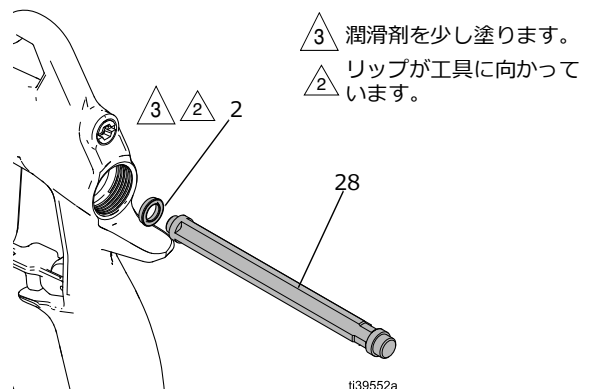

図 47: U カップの設置
| | U カップシールが破損、摩耗、欠落、あるいは汚れている | U カップを清掃して下さい | 図 47、31 ページを参照してください。 |
3. ガントリガー (9) を取り外して、ガンの前から U カップ (2) にアクセスできるようにします。**トリガーを取り除く**、30 ページを参照してください。
4. 薄い金属製の尖ったものかプラスドライバーを使用して、U カップ (2) をガンの前から押し出し、ガンの後ろから取り外します。
- 注：**取り外すと U カップ (2) がダメージを受けます。再利用できません。
5. U カップリップがシール取り付け工具に向くように、新しい U カップ (2) を工具に配置します。図 47 を参照ください。
6. U カップ (2) がカチッという音をたてて所定の場所にはまるまで、U カップ (2) をガンの後ろにしっかりと押し込みます。
7. ガントリガー (9) を設置します。**トリガーの設置**、30 ページを参照してください。